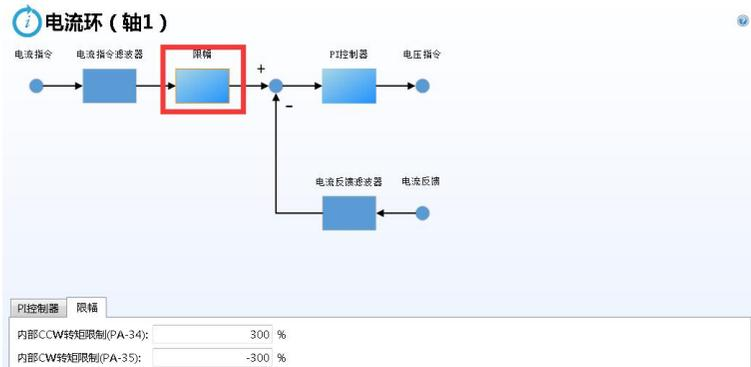

图 12-17 切换至限幅标签页的电流环界面
- 用户想修改限幅标签栏中参数时，可单击限幅下的图片，或者单击标签栏控件中的限幅标签头，就会切换至如下图 12-17 所示界面，“速度环”和“位置环”功能一致。